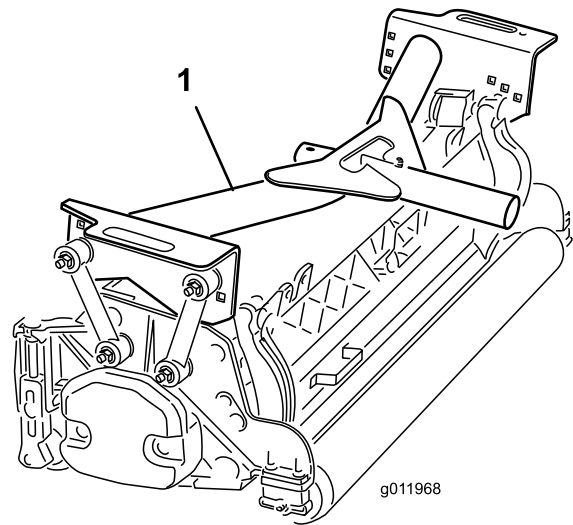

Figura 16
- Posicione uma estrutura de suporte dianteira (Figura 16) em cada unidade de corte dianteira.